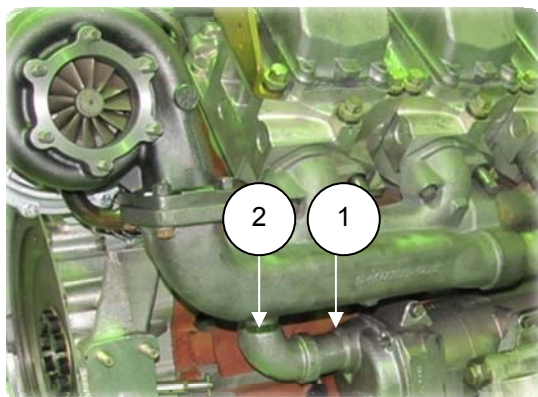

Рис. 6.74
5. Вставить 2 болта М8 с шайбами в отверстия патрубка, подложить прокладку, установить на водомасляный радиатор патрубок отводящий радиатора (1) (8401.1303186), завернуть болты на 2-3 нитки от руки (рис. 6.74);
8. Вставить патрубок подводящий правого блока (2) (840.1303168-10) в патрубок отводящий радиатора, вставить 2 болта М10 с шайбами в отверстия патрубка, подложить прокладку, установить на блок, завернув болты на 2-3 нитки от руки (рис. 6.74);